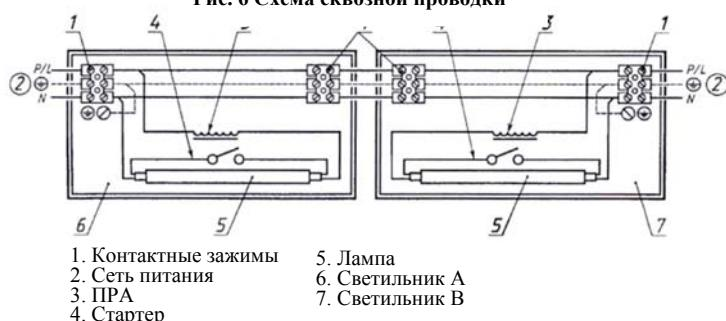

Рис. 8 Схема магистрально проводки
6.6. При установке светильников с магистральной проводкой в линию (рис. 8, 9) подключать светильники последовательно чередуя фазы питающей сети L1->L2->L3 (магистральная проводка выполнена жестким кабелем 5\*1,5 мм). В начале каждой групповой линии, при монтаже должны быть установлены аппараты защиты на всех фазных проводниках. Светильники поставляются неподключенным. Для подключения светильников необходимо вставить свободный конец красного провода в клемму сетевого коннектора, маркированную нужной фазой.